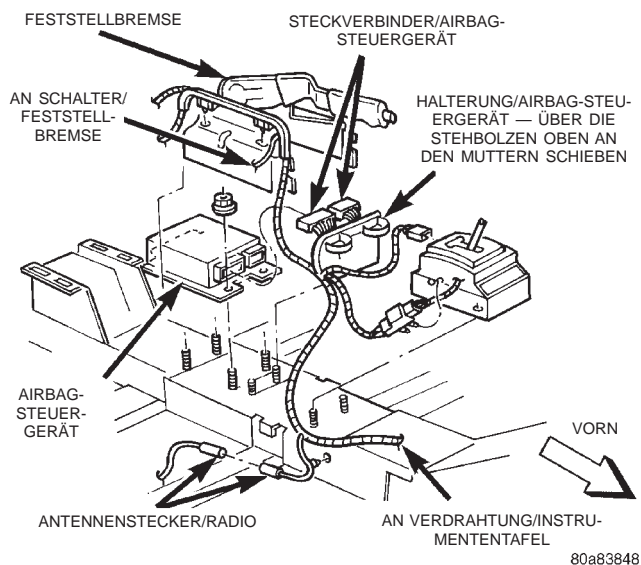

Abb. 4 Airbag-Steuergerät
(2) Hebel der Feststellbremse so weit wie möglich nach oben ziehen.
(3) Madenschraube vorn am Schalthebelknauf lösen und Schalthebelknauf abnehmen.
(4) Kunststoffstößelstange vom Schalthebel abbauen.
(5) Die beleuchtete Schaltkulissenblende abbauen.
(6) Die Schrauben neben dem Schalthebel und im Staufach der Bodenkonsole lösen, mit denen die Bodenkonsole an den Halterungen auf der Bodenwanne befestigt ist.
(7) Steckverbinder der Bodenkonsole von der Bodenwanne abziehen.
(8) Konsole aus dem Fahrzeug nehmen.
(9) Hebel der Feststellbremse ausbauen (Abb. 4). Näheres hierzu siehe Kapitel 5, "Bremsen".
(10) Steckverbinder vom Airbag-Steuergerät abziehen.
(11) Die vier Befestigungsmuttern des Airbag-Steuergeräts lösen und Airbag-Steuergerät abnehmen.